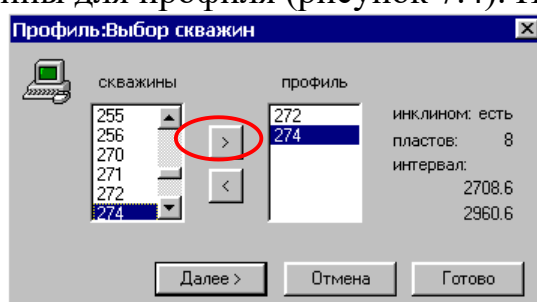

Рисунок 7.4 Окно выбора скважин для профиля.
5. Выберите скважины для профиля (рисунок 7.4). Нажмите Далее>